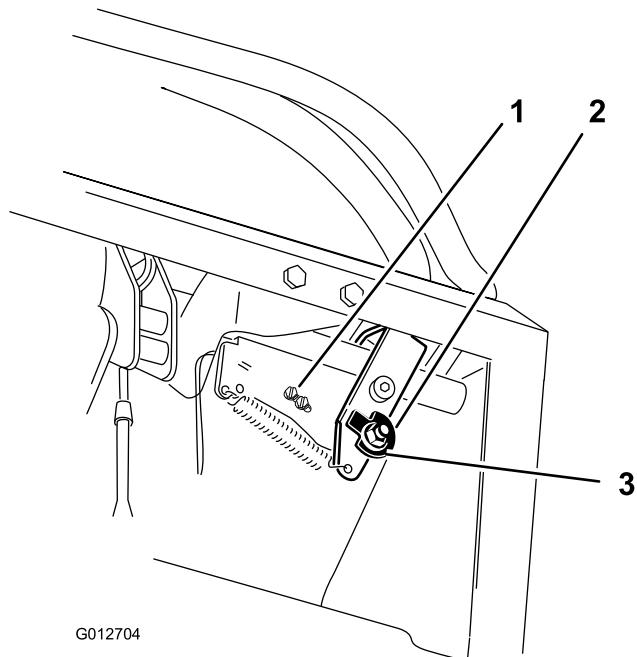
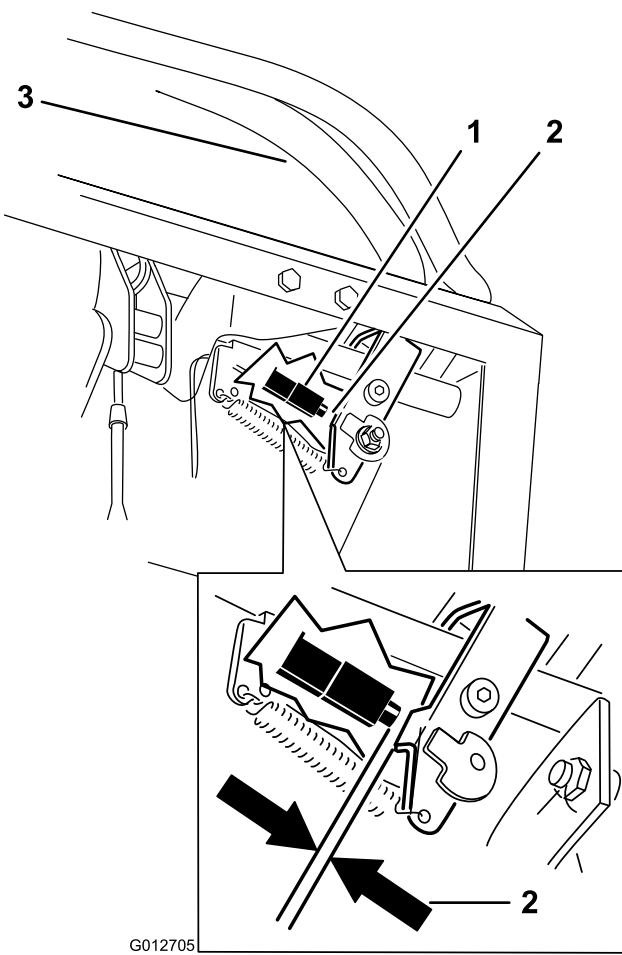

Figure 67
Figure 68
- Vérifiez l'écartement entre le levier de commande et l'interrupteur comme illustré à la Figure 68. L'écartement doit être de 3 mm (1/8") lorsque le levier de commande de déplacement droit est au point mort, en position déverrouillée.
- Au besoin, desserrez les vis de fixation de l'interrupteur et réglez l'interrupteur (Figure 67 et Figure 68).
- Desserrez l'écrou de fixation de la came (Figure 67).